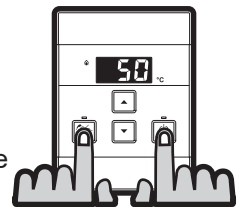

Fig. 3
STEP 1: Solo sul comando 'Master', premere e mantenere premuti contemporaneamente i tasti 'Priority' e 'On/Off' (Fig.3) per circa 5 secondi, fino a quando il comando emette un 'beep'.
3. Collegate questo connettore al cavo di collegamento “EZ” al capo marcato “To EZ Connect” dell’unità Master (Fig.2). L’altro capo del cavo di collegamento “EZ” marcato “To PCB” deve essere collegato alla presa libera che si trova sulla sommità del PCB dell’unità Slave (Fig.2 e Fig.3).